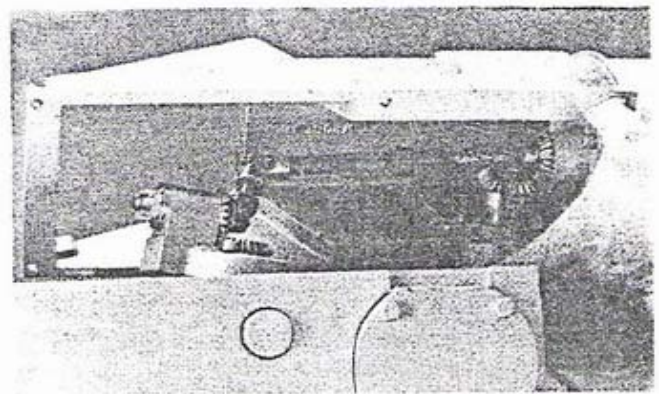

图 58
AE 调节器通过方向接头和摆动轴连接到振荡座上 (图 58)。也有一个外部手轮, 用于手动调节。
3. 从泵上拿起盖。放低盖子时把轴插入调节器 (图 58)。确保冲程长度指示器读数保持为零。